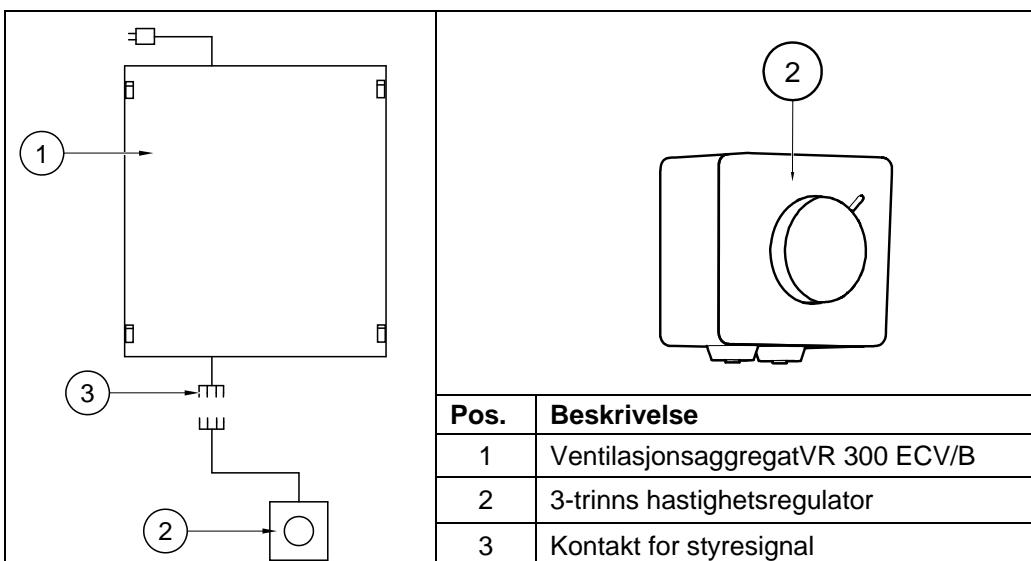
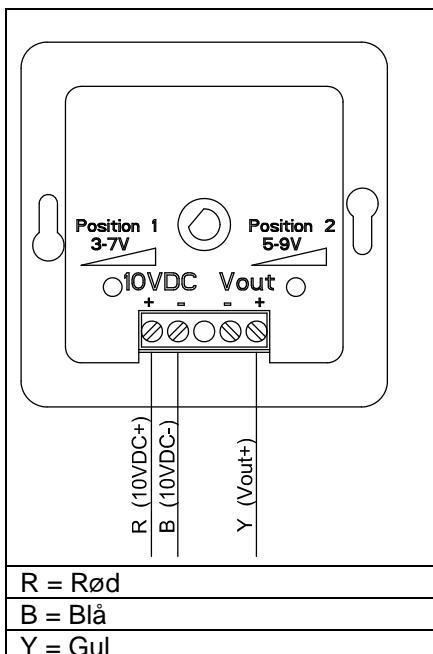
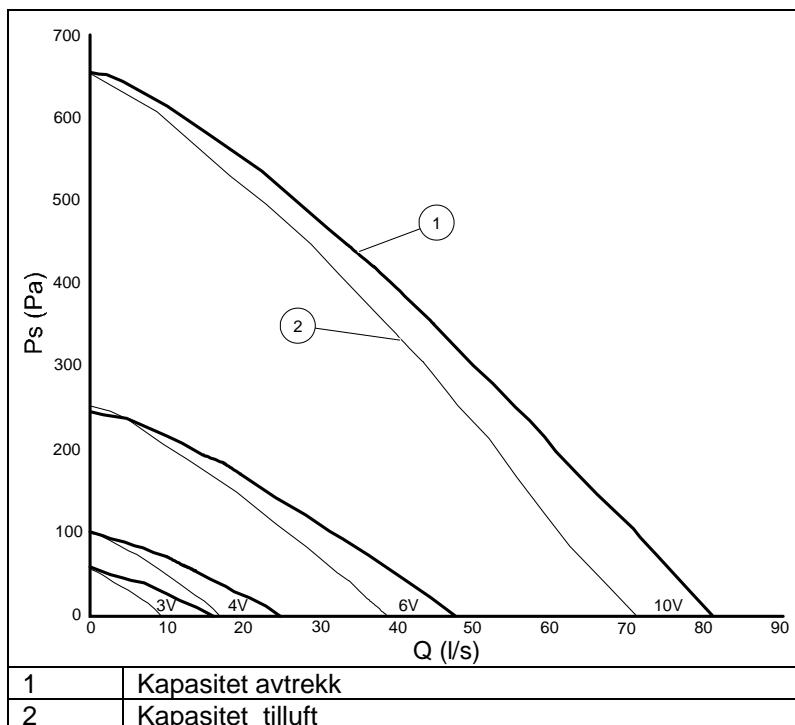

Fig.11
Fig. 12
Fig. 15
VR-300 ECV/B (pos 1, **fig. 11**) kan betjenes fra veggmontert, 3-trinns hastighetsregulator (pos 2, **fig. 11**) eller fra kjøkkenhette (tilpasset modellen), der regulatorn er integrert i kjøkkenhettens front. Dersom separat 3-trinns regulator benyttes, må det strekkes en 3-leder kabel til hastighetsregulator (**fig.12**), påmontert en 4-polt hannkontakt, type Ensto NAC41SH.W, for tilkobling til eksisterende kontakt på VR 300 ECV/B (Ensto NAC42SH.W). Sørg for at kabelfarger stemmer overens i de to kontaktene før sammenkobling. Se vedlagt koblingsskjema for mer detaljert informasjon.
- Luftmengde ved normal og minimum viftehastighet stilles inn vha. potensiometer i kjøkkenhetten (se "Montasje, bruks- og vedlikeholdsanvisning" for kjøkkenhetten) alt. hastighetsregulatorens baksiden (fig. 12), (benytt passende skrujern). Ved å vri på potensiometeret, oppnås ulike styrespenninger til viften(e) (se tabell 1). Fig. 15 viser sammenhengen mellom luftmengde og innstilling, samt kapasitetskuver for tilluft og avtrekk.